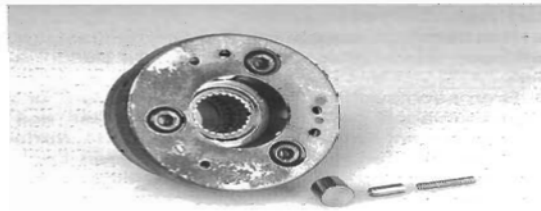

Bild 153
- Falls demontiert, Freilaufrollen, Hülse und Federn in Freilauf einsetzen (Bild 153).